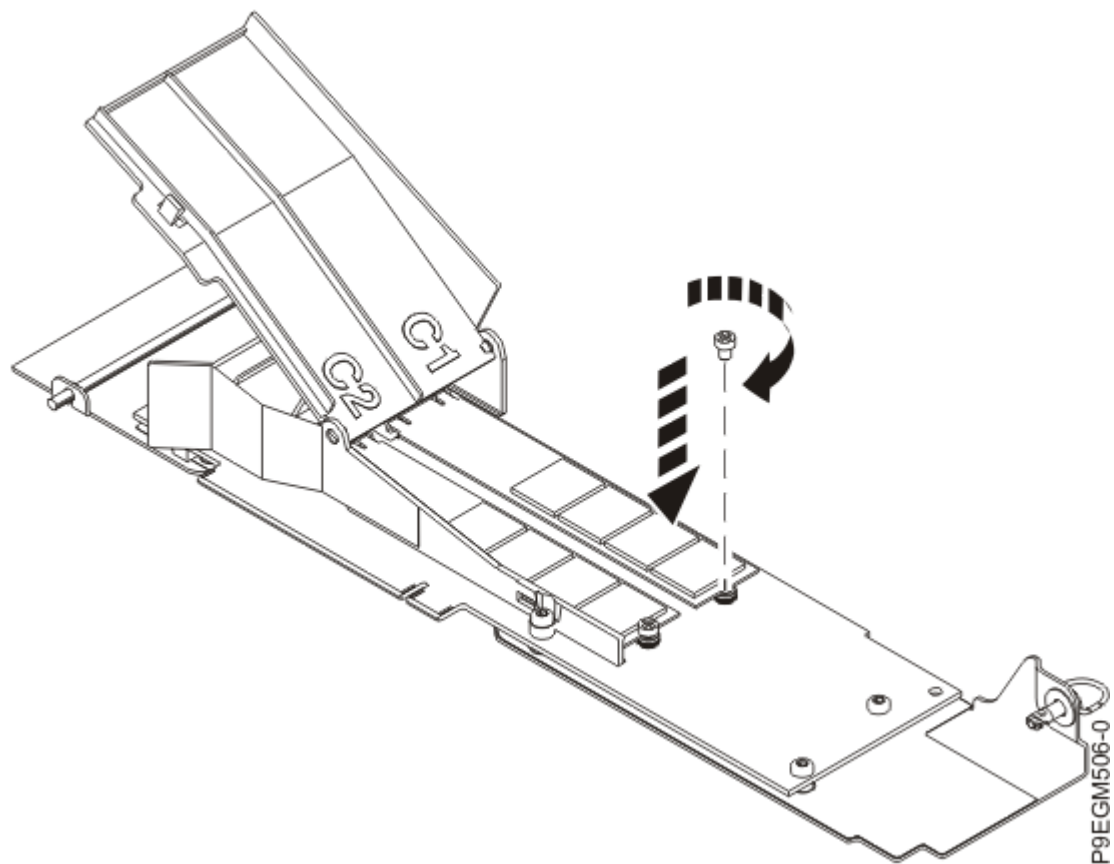

Figura 6. Fijación del módulo flash NVMe M.2 a la tarjeta portadora
4. Mediante un destornillador de estrella, fije el módulo flash en la tarjeta portadora NVMe M.2 Figura 6 en la página 9.